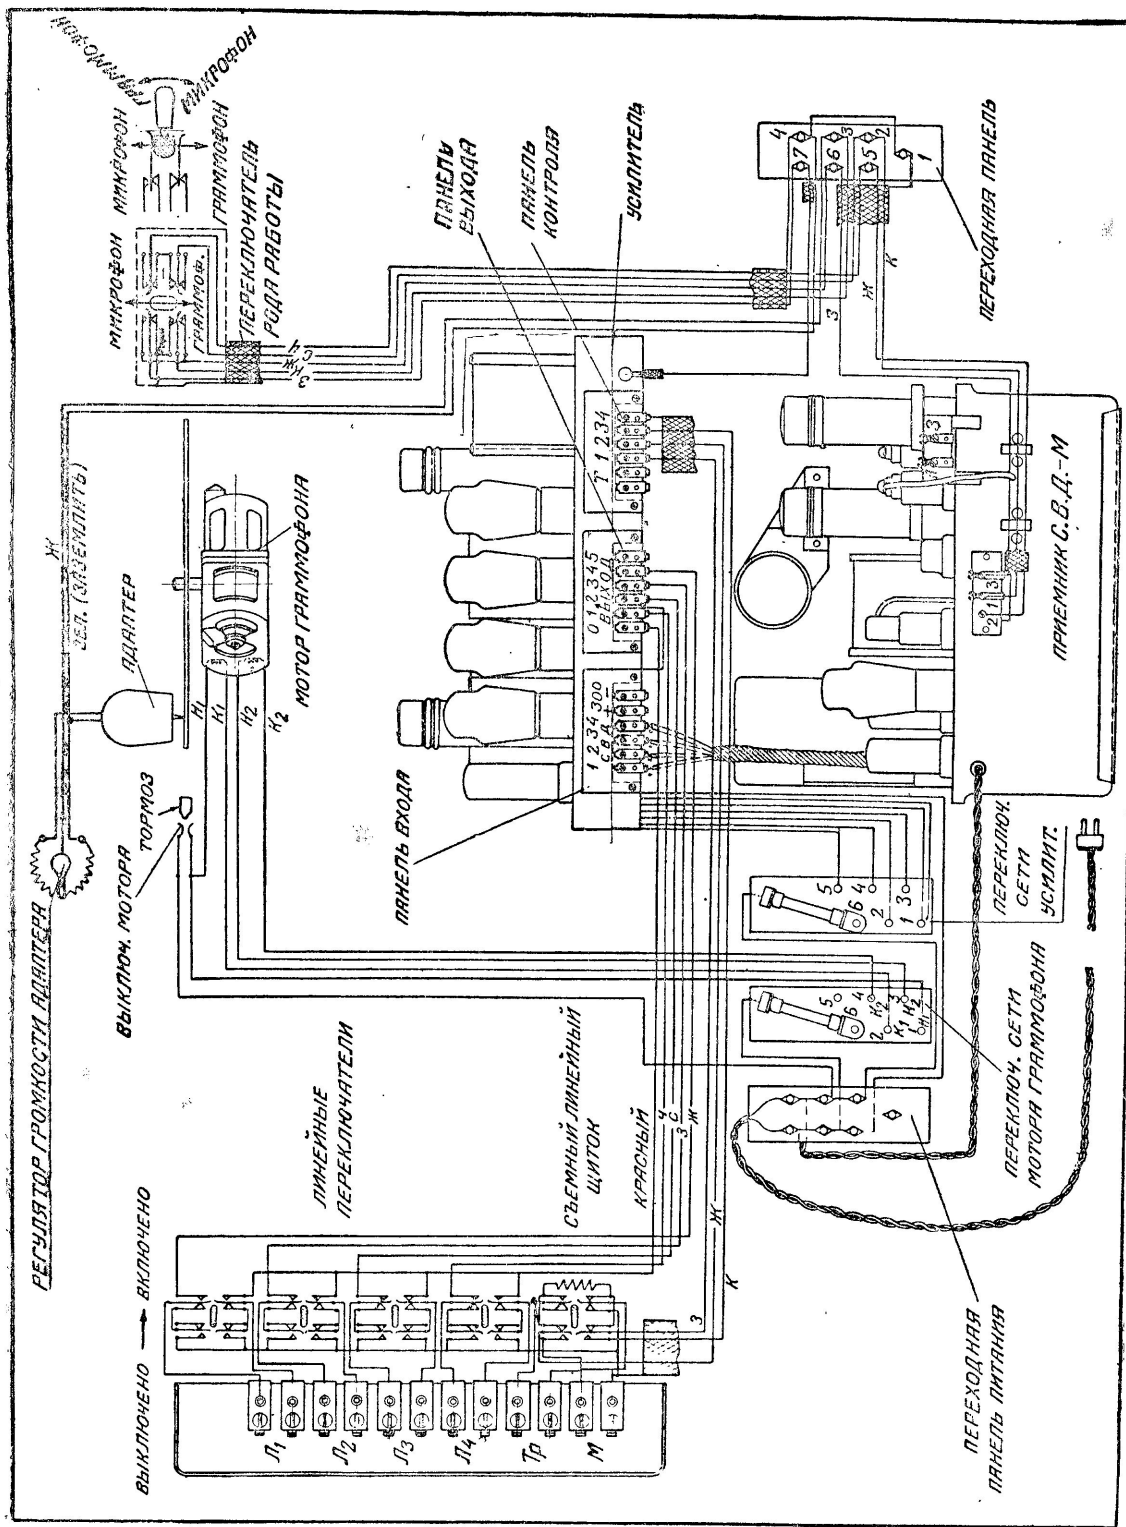

Рис. 7. Общая схема установки ПУУ-25. Условное обозначение соединительных проводников: ч — черный, з — зеленый, ж — желтый, к — коричневый
троприбор». Пуск граммофона производится нажатием на специальный рычаг возле оси тонара, включающий мотор граммофона. По окончании проигрывания пластинки мотор автоматически выключается с одновременным торможением диска. В левом углу панели смонтирован переключатель, посредством которого осуществляется переход с одного вида трансляции на другой (микрофон—радио—граммофон). Схема этого переключателя входит в общую систему коммутации установки (рис. 7).
- в) линейные переключатели, смонтированные на отдельном щитке, укрепленном с внешней стороны правой боковой стенки шкафа (на рис. 7 приведена общая схема соединений отдельных элементов установки и коммутации).